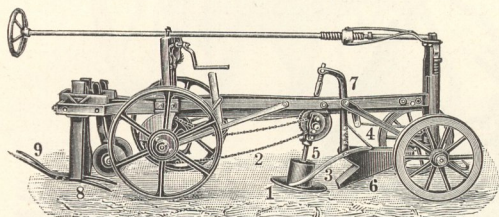

Fig. 857. Rübenheber mit Köpfpapparat von W. Siedersleben, Bernburg.
b) **Die zweireihigen Rübenheber** arbeiten ebenfalls entweder mit einem Schar zum Untergreifen oder mit je zwei Scharen zum Herausdrängen. Auch bei ihnen wird die letztere Art meist vorgezogen. Bei den Rübenhebern wird von einigen Fabriken auch noch eine Köpffvorrichtung eingebaut (Fig. 857). Der Apparat besteht aus von den Hinterrädern her in Drehung versetzten, schräg gestellten Scheiben 1, welche die Köpfe der Rüben sicherer als feste Messer abschneiden,